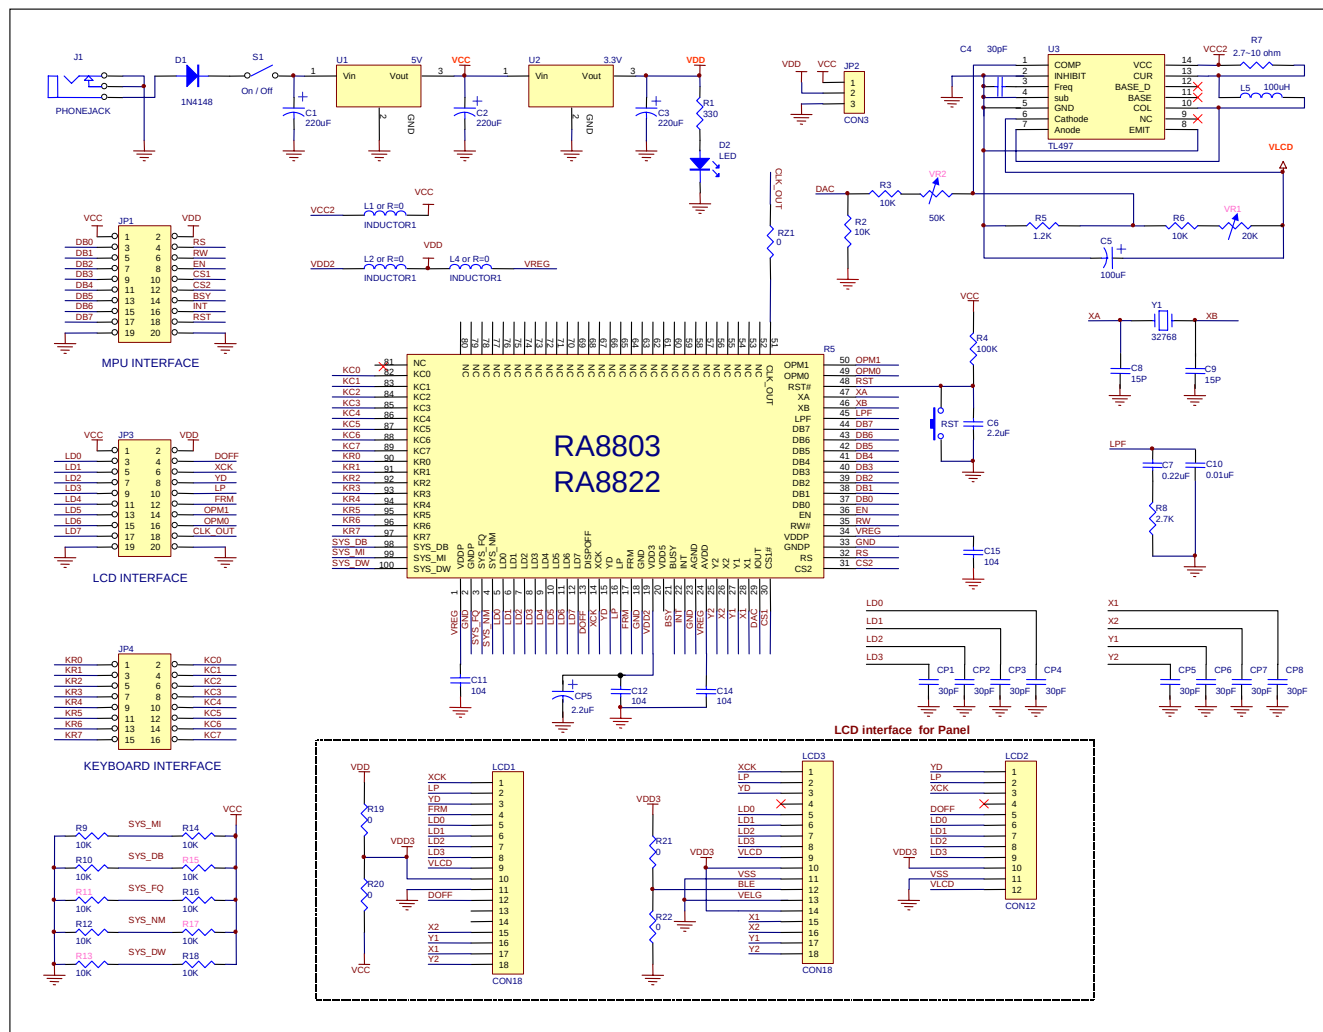
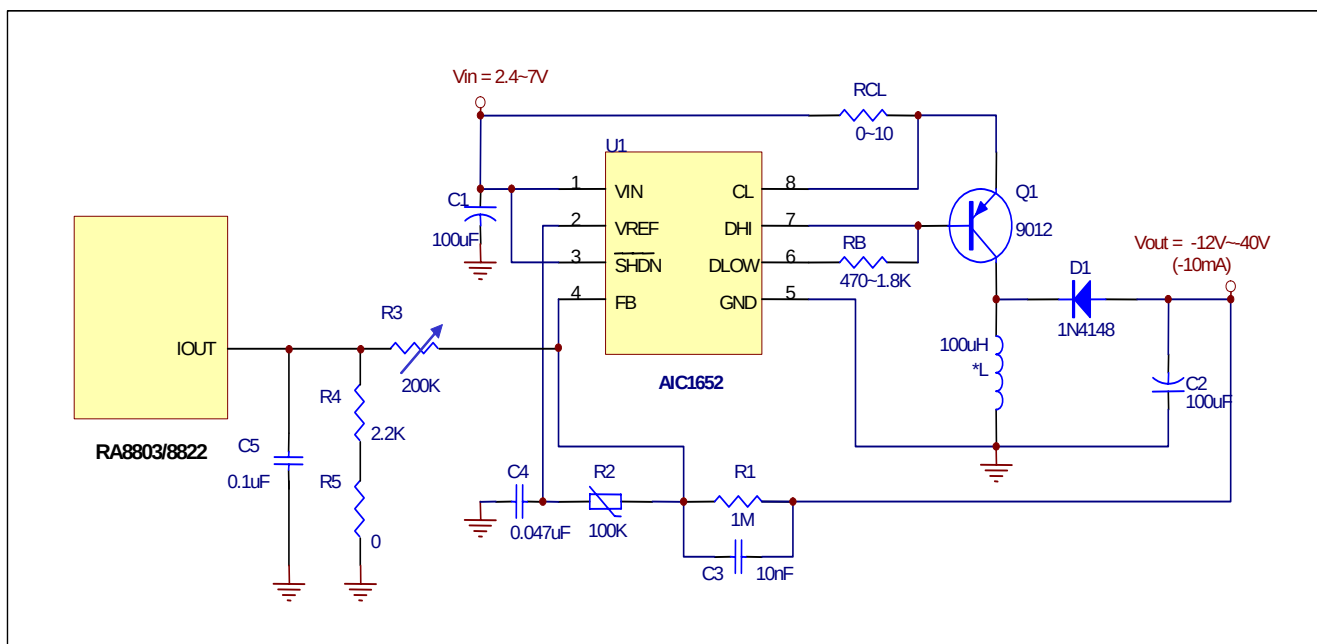
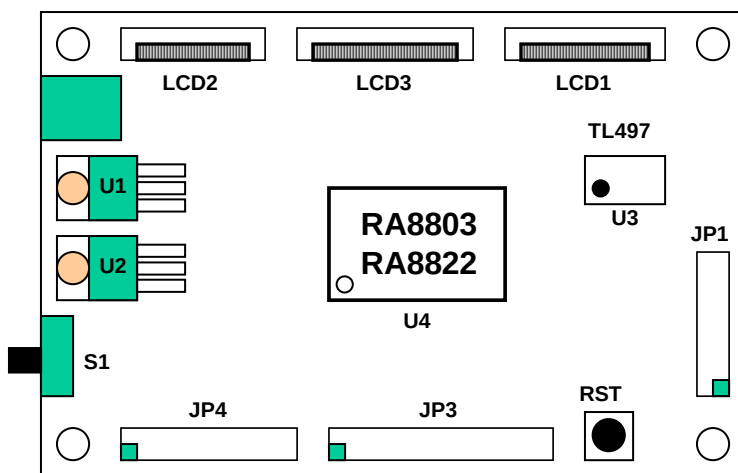
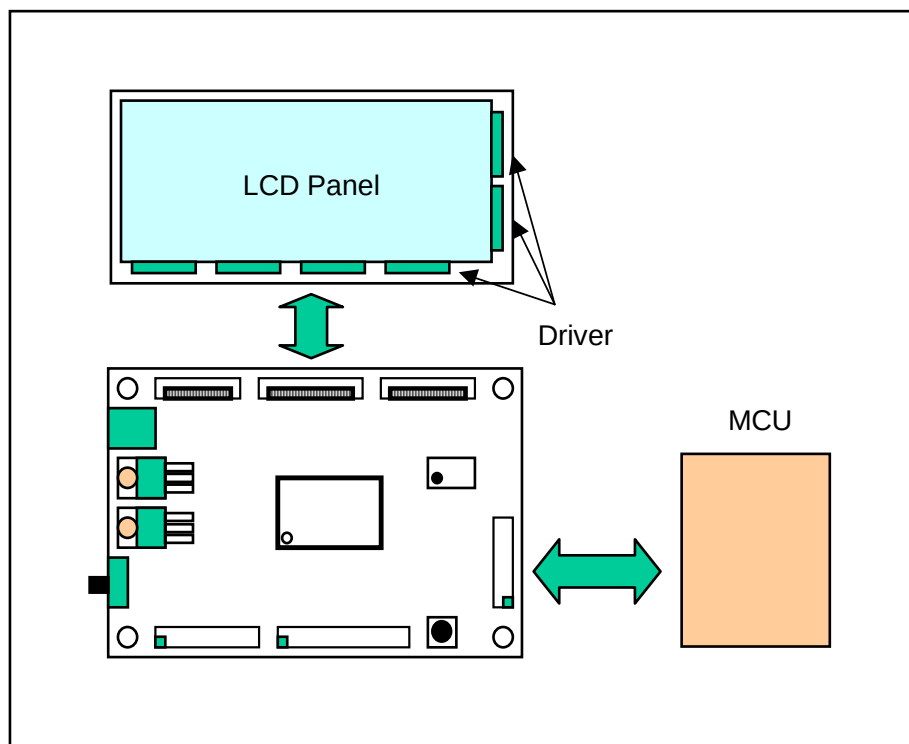

图 B-1: 应用电路图
图 B-2: 应用电路图-负压的升压电路
图 C-1: RA8803/8822 的控制板
图 C-2: 控制板应用图
3. 图 B-1 的 VLCD 电压是正的，如果须要的 VLCD 电压是负的，则必须使用别的升压电路。如图 B-2 就是一负压的升压电路。
7. 图 B-1 RA8803/8822 的电源使用的是 3.3V(VREG 与 VDD2 经 L2 与 L4 到 VDD)，而 VDD 是 3.3V。
RAiO 提供 RA8803/8822 的控制板、Gerber File 与电路图，供客户以现有 Panel 或模块进行验证，图 C-1 为 RA8803/8822 的控制板，其电路图请参考图 B-1，客户可以利用 JP1 与使用的 MPU 相连接，现有 Panel 可以接到 JP3、LCD1、LCD2 或 LCD3 的 Driver 界面，Key-Scan 可以用 JP4 来实验，如图 C-2。